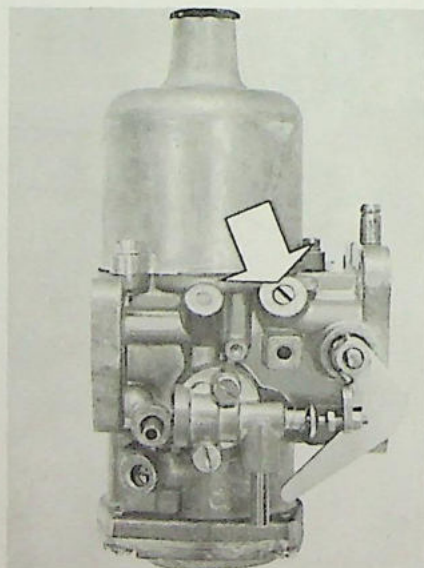

Fig. 1
De voorste carburateur is voorzien van een omloopleiding naar de gasklep. Normaal is deze leiding afgesloten door een plug (zie pijl in fig. 1 en 2).
1. Demonteer de plug uit de voorste carburateur (zie pijl in fig. 1 en 2).